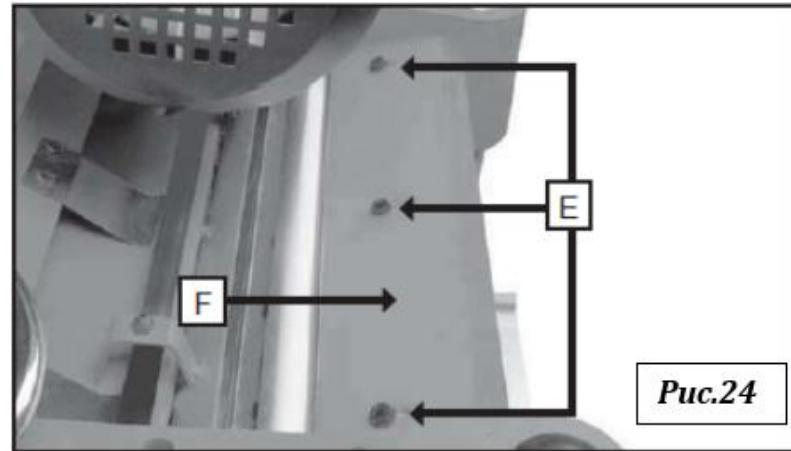

Рис.24
3. Вывернуть три болта (E), рис. 24, и снять отражатель стружки (F).